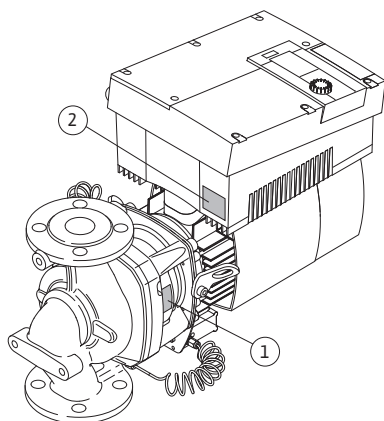

Fig. 11: Placering af typeskiltene:
- Pumpetypeskiltet (fig. 11, pos. 1) har serienummeret (Ser.-No.../...), som f.eks. er nødvendigt i forbindelse ved bestilling af reservedele.
- Elektronikmodul-typeskiltet (elektronikmodul = inverter hhv. frekvensomformer) (fig. 11, pos. 2) angiver betegnelsen for det anvendte elektronikmodul.